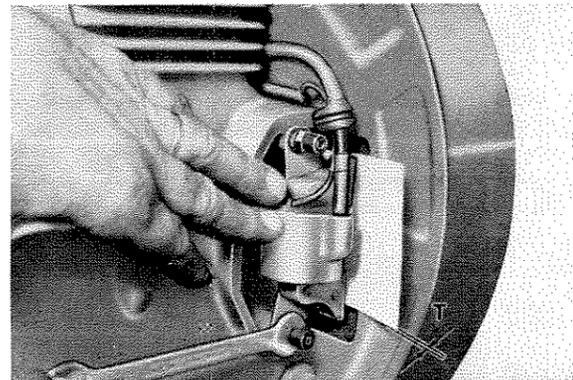

Fig. 59 - Regolazione traferro
- Interporre un cartoncino da 0,5 ÷ 0,6 mm. di spessore (T di fig. 59) tra calamita e bobina (traferro); spingere la bobina verso il volano e serrare i bulloni.